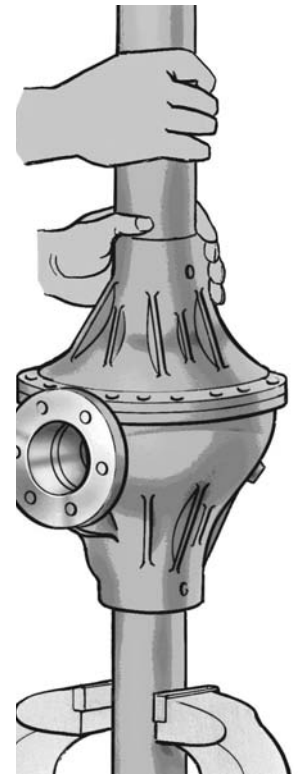

Рис. 3. Накочення роликів підшипників диференціала
2. Встановіть диференціал в зборі в картер, потім прокладку і кришку картера і, провертаючи кришку за кожух, закоткуйте підшипники так, щоб ролики зайняли правильне положення (рис. 3). Потім болтами і гайками рівномірно з'єднаєте кришку з картером.